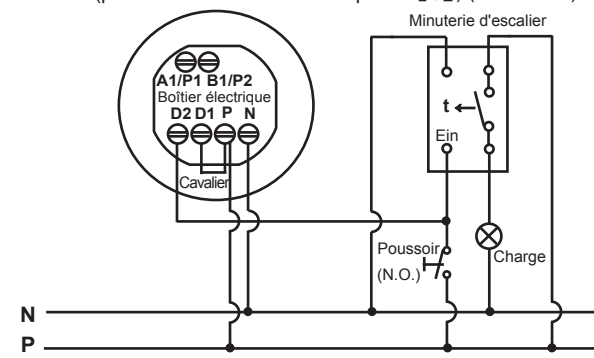

FIG. 5
- Un détecteur contrôle la minuterie d'escalier (positionner le bouton du temps sur $\sqrt{15}$ L) (voir FIG. 5).